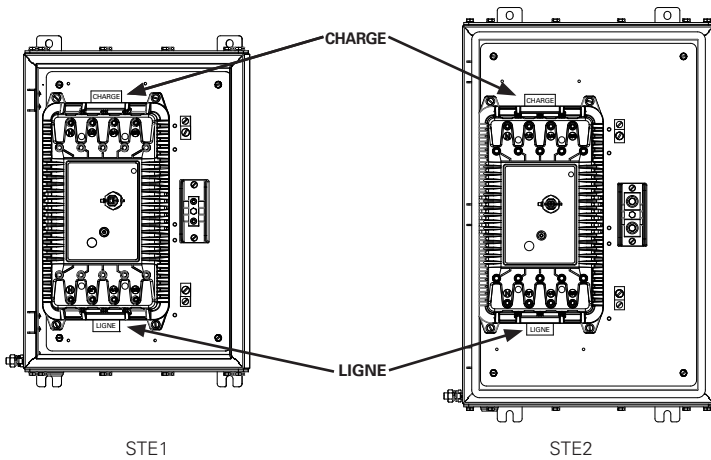

Figure 3 : Disposition interne
- Brancher l'alimentation principale directement du côté ligne (côté inférieur) du disjoncteur principal. Les fils d'alimentation sortants doivent être raccordés du côté charge (côté supérieur) du disjoncteur principal (se reporter à la figure 3). S'assurer que les bornes sont serrées aux valeurs de couple indiquées dans le tableau des exigences de couple (se reporter à la section « Données techniques »).